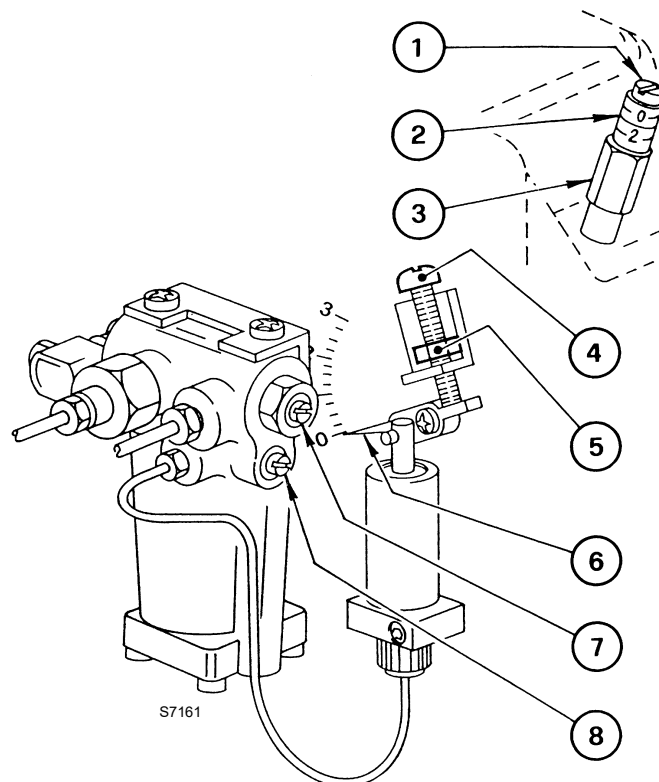
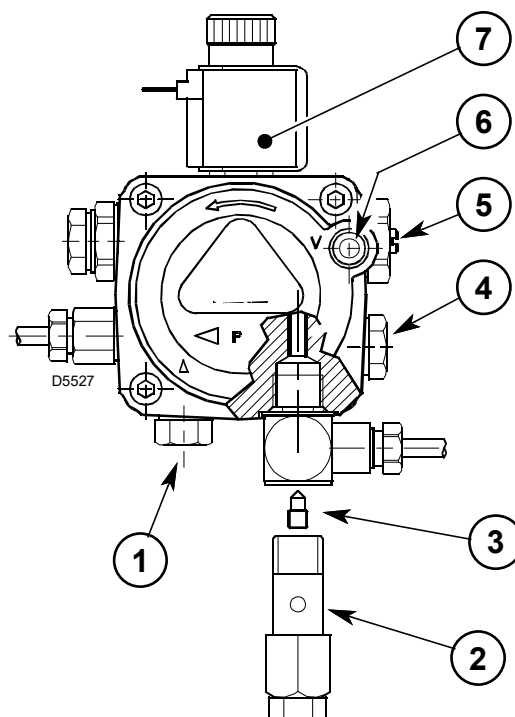

Fig. 12
Fig. 15
Aflojar el tornillo (8)(Fig. 12) aproximadamente una vuelta, de esta manera el quemador se quedará permanentemente en baja llama. Aflojar la tuerca 5)(Fig. 12), accionar el tornillo 4)(Fig. 12) y llevar el índice 6)(Fig. 12) a la posición deseada. Bloquear después la tuerca 5)(Fig. 12) y apretar el tornillo 8)(Fig. 12).
En fábrica se calibra a 9 bar. El manómetro para controlar la presión se monta en lugar del tapón (4)(Fig. 15). Si es necesario volver a calibrar tal presión o si se prefiere cambiar, ajustar el tornillo 7)(Fig. 12), después de haber desenroscado el tornillo 8)(Fig. 12).
Aflojar la tuerca 3)(Fig. 12), gire el tornillo 1)(Fig. 12) y llevar el indicador 2)(Fig. 12) a la posición deseada. Después bloquear la tuerca 3)(Fig. 12).
En fábrica se calibra a 12 bar. El manómetro para controlar la presión se monta en lugar del tapón 4)(Fig. 15).
Si es necesario, volver a calibrar dicha presión o, si se prefiere cambiarla, utilizar el tornillo 5)(Fig. 15).
El tapón de aspiración 1)(Fig. 15) es de material plástico. Una vez que retirado no debe volver a usarse.
La bomba dispone de un regulador de la presión de impulsión 4)(Fig. 15).
- Si es necesario, volver a calibrar la presión con el tornillo 5) Fig. 15.
Para el funcionamiento monotubo, se debe desenroscar la tapón de retorno 2)(Fig. 15), quitar el tornillo de by-pass 3)(Fig. 15) y seguidamente volver a enroscar el tapón 2)(Fig. 15) con par de torsión 0,5 Nm.
En la instalación de la Fig. 16, es suficiente aflojar la conexión del vacuómetro 5) (Fig. 15) y esperar la salida del combustible.